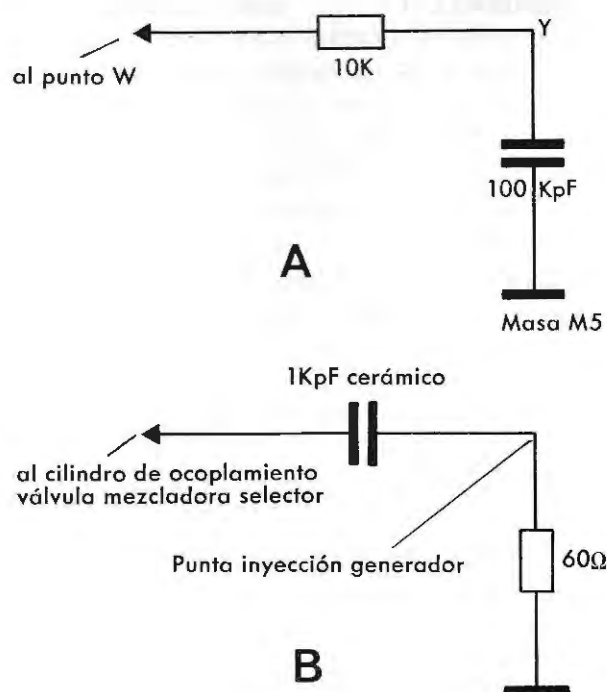
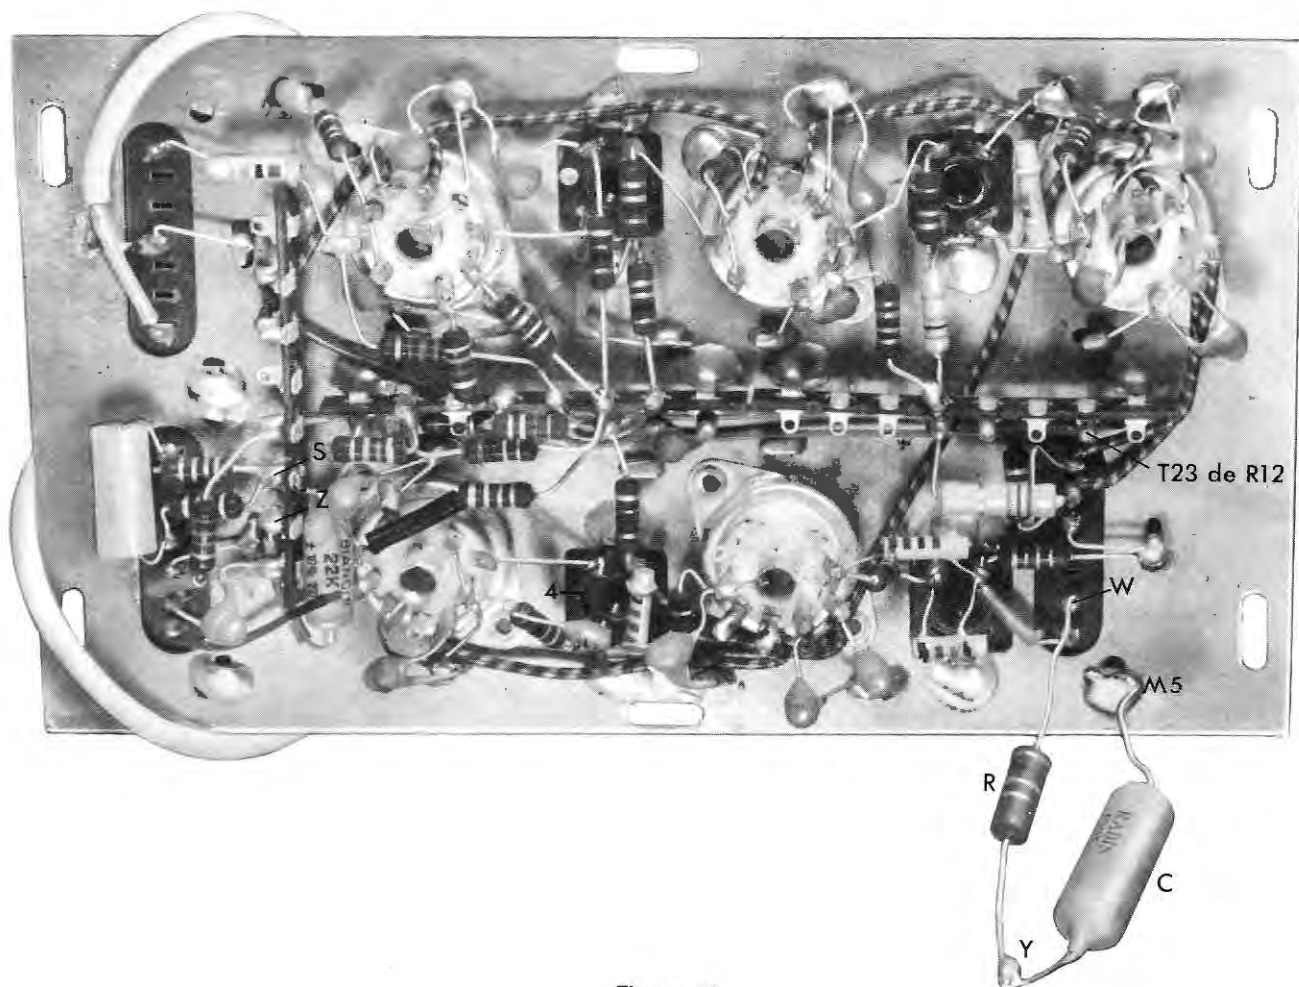

Figura 11
Figura 16
OBSERVACION. Todas las referencias que se dan para los procesos de ajuste son en relación al esquema general de la figura 11 de la prime-
En la figura 11 mostramos los dos grupos RC; el primero (A) forma una constante de tiempo muy larga, respecto a un período de la frecuencia intermedia y de este modo se localizará en los bornes del condensador una tensión continua, y que, con respecto a la masa, será nega-
Operación 5. Suelde el grupo RC —A— de la figura 11 tal como manda la figura 16; la resistencia de 10 k ohmios en el punto W de la pletina y el condensador en la masa M5 de la misma. Una y suelde ahora los dos extremos libres de los citados componentes. Disponga el voltímetro a la escala de 5 voltios cc. Coloque dos pinzas cocodrilo en las puntas de éste. Pince a masa la POSITIVA y la NEGATIVA en el punto medio Y del grupo RC —A—.
déjelo libre, figura 16. Procure una separación razonable del mismo, para que circunstancialmente no toque a ningún componente, ni parte alguna del chasis.